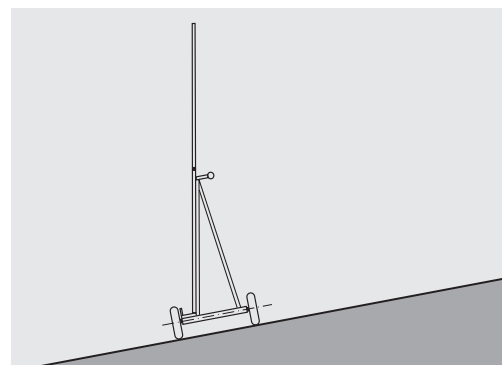

Fig. 6: se la superficie è in pendenza, i pannelli rischiano di ribaltarsi.
- 19 Si evita di attraversare le superfici in pendenza con i carrelli carichi di pannelli (pericolo di ribaltamento)? (Fig. 6)